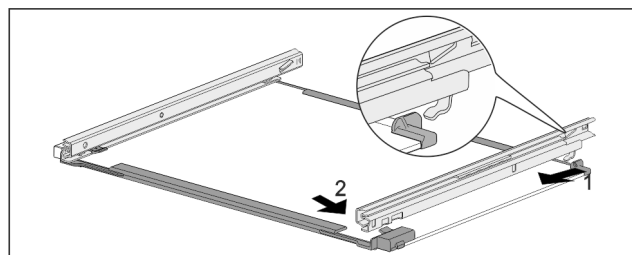

Fig. 242 Стеклянная пластина с направляющими
- ▶ Зацепите направляющую сзади. Fig. 242 (1)
- ▶ Защелкните направляющую спереди. Fig. 242 (2)